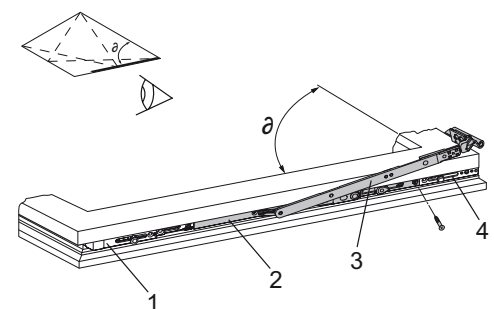

Рис. 9: Верхняя шина OS, кронштейн SK.A
17. Загнуть часть (2) и закрепить шурупами.
18. Крепление верхней шины OS (Рис. 9):
- Повернуть кронштейн (3).
- Вставить верхнюю шину (2) в фурнитурный паз и упереть в окончание верхней шины (4).
- Аналогично соединить верхнюю шину (2) с угловой передачей (1).
- Повернуть кронштейн (3) в исходное положение.